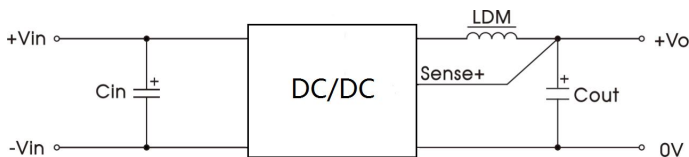

图 2
注: ①纹波噪声测试时具体操作方法参见图 2 及《非隔离模块电源应用指南》;
②过温保护形式为产品输出关断。
(1) 产品测试及应用时，请按照（图 2）推荐的测试电路进行；务必输入端外接一个电解电容  $C_{in}$ ，用于抑制输入端可能产生的浪涌电压，输出端外接一个电感和电解电容  $C_{out}$ ，用于输出滤波。
(2) 如果产品输入端并联瞬变能量较大的电路（如并联电机驱动电路），或会导致产品输入电压被拉低，此时关注产品输入电压的波动，建议适当增大输入端电解电容  $C_{in}$  的容值，以保障输入端电压稳定，避免输入电压低于欠压保护点导致产品重复启动的情况。
(3) 如需进一步减少输入输出纹波，可适当加大外接电容  $C_{in}$ 、 $C_{out}$  容值或选用串联等效阻抗值小的外接电容。